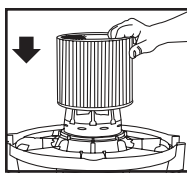

FIGURE 5
11. Alors que le couvercle du réservoir est renversé, glissez la cartouche filtrante vers le bas, sur le support de couvercle, et poussez jusqu'à ce que les joints du filtre reposent contre couvercle. **FIGURE 5.**